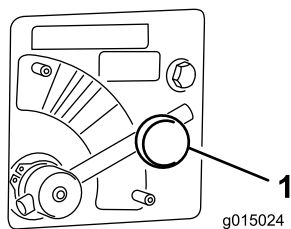

Figura 33
1. Desaperte o manípulo que prende a alavanca da válvula do rotor (Figura 33).
2. Rode a alavanca da válvula do rotor para a cor desejada (Figura 33).
Mova a alavanca da válvula do rotor para a secção **AZUL** (VELOCIDADE MÁXIMA) (Figura 33). A alavanca, quando totalmente rodada, deve estar na horizontal.